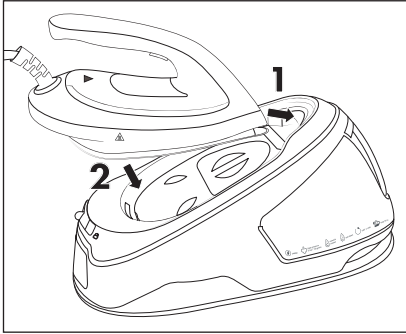

Abb. 7
- 2) Entleeren Sie den Wassertank ❷ durch die Einfüllöffnung in ein Spülbecken.
- 3) Stellen Sie das Dampfbügeleisen ❶ auf die Abstellfläche ❶❷, wobei Sie zuerst die Spitze der Bügelsohle ❹ in die Öffnung vorne am Rand der Abstellfläche ❶❷ einsetzen. Setzen Sie dann das Gerät auf der Abstellfläche ❶❷ ab (siehe Abb. 7).